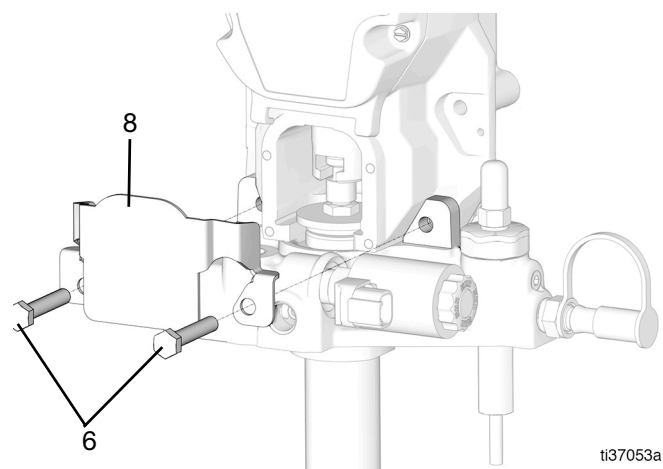

図 32
10. 2 つのボルト (6) と 2 つのナット (表示されていません) を保護カバー (8) から取り外してください (図 32)。